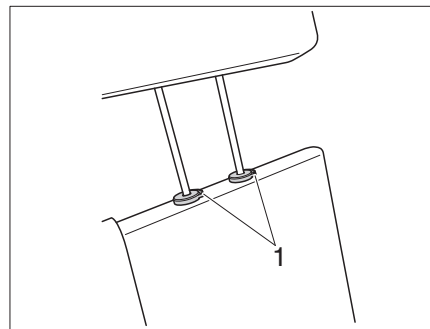

Fig. 18 Poggiatesta del sedile (Variante 2)
*Variante 2* ■ Premere entrambi i tasti di sicurezza (Fig. 18,1) e regolare o rimuovere il poggiatesta.